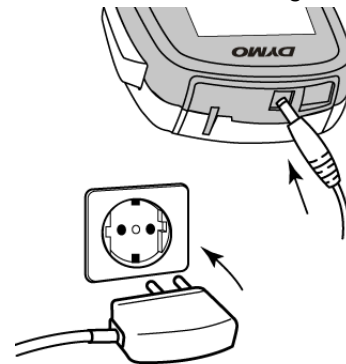

Abbildung 3
- 2 Stecken Sie den Netzstecker des Lade-Netzteils in eine Steckdose. Siehe Abbildung 3.